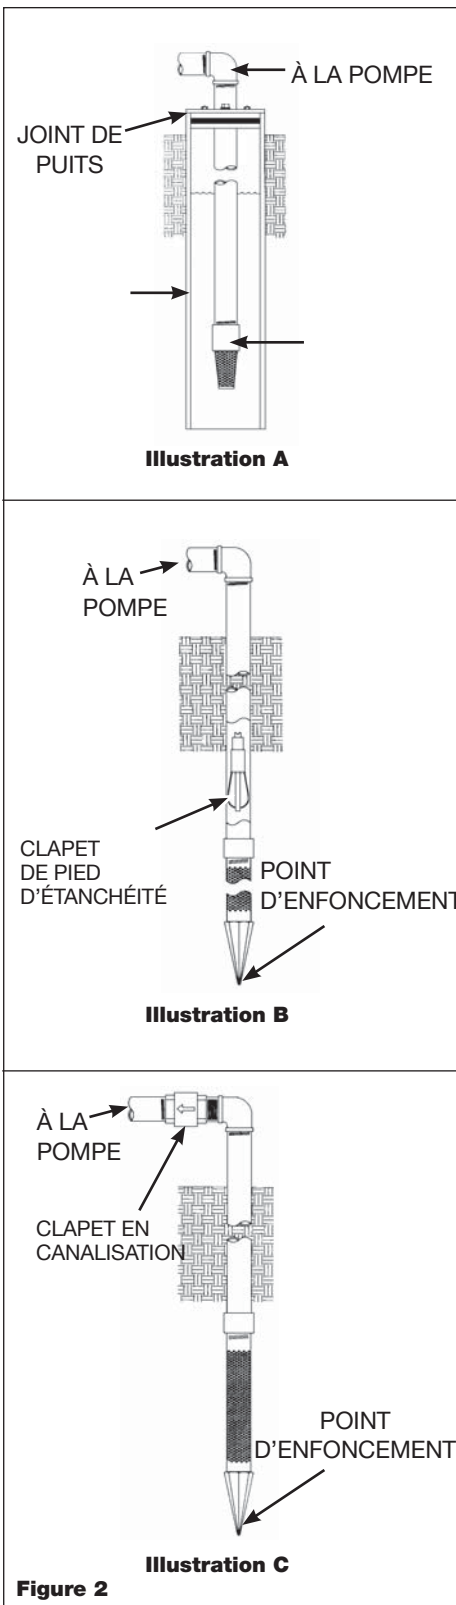

Figure 2
Utiliser une pompe pour puits de surface si la pompe est située à moins de 7,62 m verticalement du niveau d'eau. Les pompes pour puits de surface ont un seul tuyau entre la pompe et la source d'eau (Figure 2).
1. Installer un clapet de pied sur la première section de tuyau (Figure 2, Illustration A).
REMARQUE: Un clapet de pied d'étanchéité peut être installé dans le puits (Figure 2, Illustration B). Ce type de clapet de pied permet que le puits se remplisse d'eau pendant l'amorçage et facilite la recherche des fuites. Respectez les instructions du fabricant pendant l'installation du clapet de pied d'étanchéité.
Alternativement, un clapet en canalisation peut être utilisé avec un puits creusé (Figure 2, Illustration C). Le tuyau entre le clapet et le niveau d'eau sera toujours à vide.